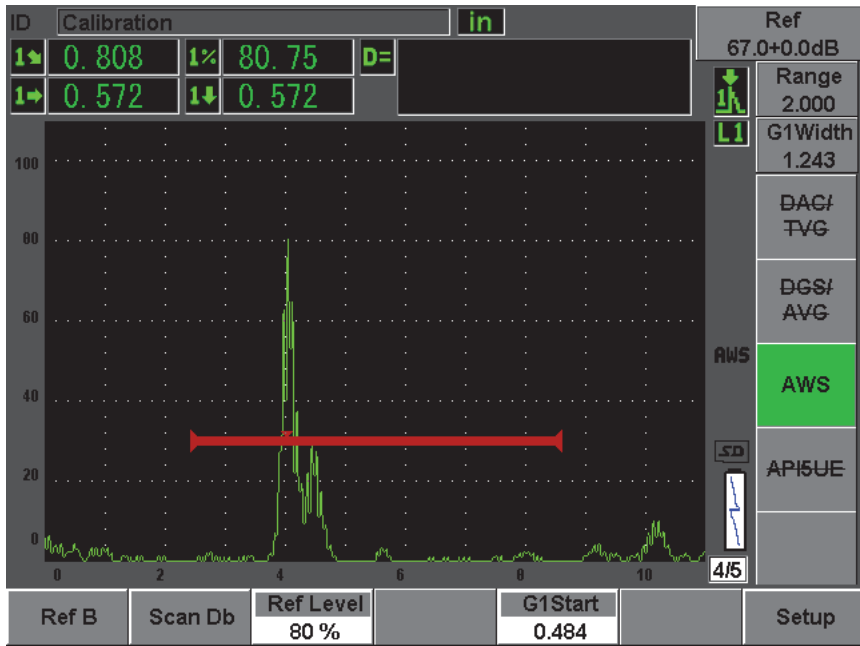

Рис. 12-19 Опорное значение В до сохранения
3. Выберите **AWS > Ref B**, чтобы сохранить стробированный отражатель в качестве значения **Ref B**, и выберите **YES** (Да), чтобы подтвердить выбор (см. Рис. 12-19 на стр. 258).